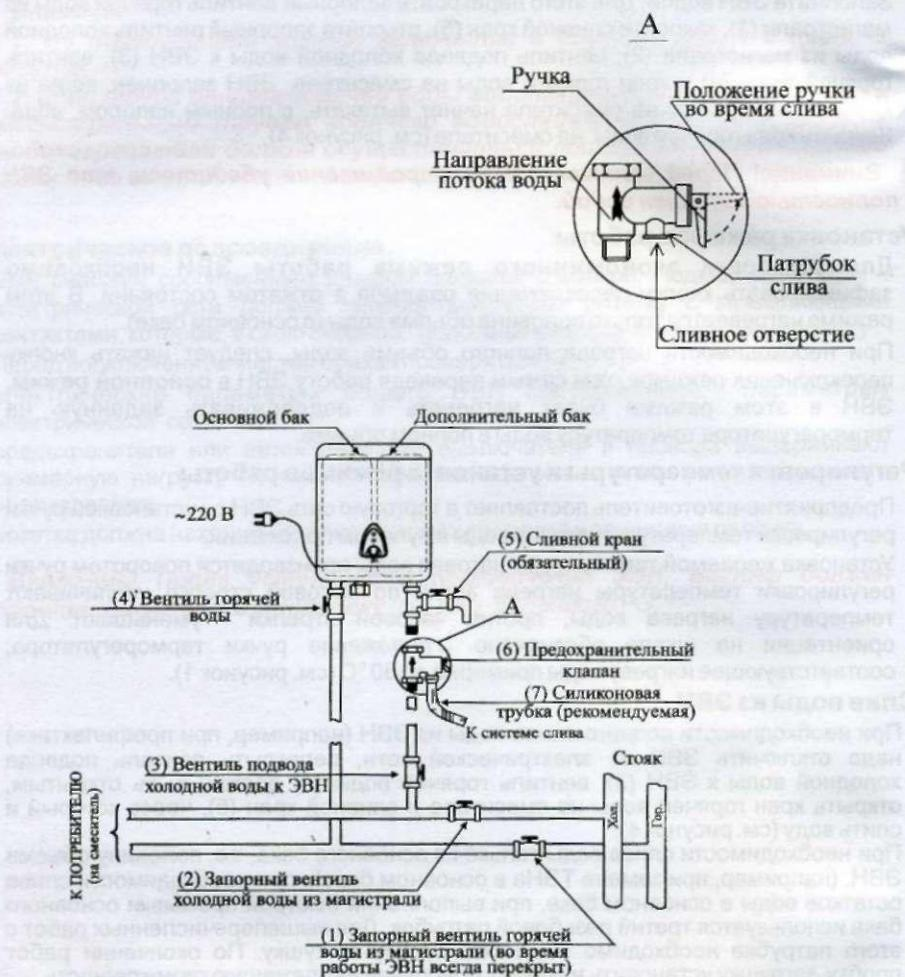

Рисунок 4 - Схема подключения ЭВН к водопроводной сети
- Внутренняя емкость для воды выполнена в виде двух объединенных между собой баков (см. рисунок 4):
- Заполните ЭВН водой. Для этого перекройте запорный вентиль горячей воды из магистрали (1), закройте сливной кран (5), откройте запорный вентиль холодной воды из магистрали (2), вентиль подвода холодной воды к ЭВН (3), вентиль горячей воды (4) и кран горячей воды на смесителе. ЭВН заполнен, когда из крана горячей воды на смесителе начнет вытекать, с полным напором, вода. Закрыть кран горячей воды на смесителе (см. рисунок 4).
- При необходимости полного слива воды из ЭВН (например, при профилактике) надо отключить ЭВН от электрической сети, перекрыть вентиль подвода холодной воды к ЭВН (3), вентиль горячей воды (4) должен быть открыт, открыть кран горячей воды на смесителе и сливной кран (5), через который и сплыть воду (см. рисунок 4).